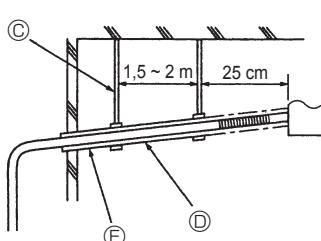

Fig. 8-2
(4) Βεβαιωθείτε ότι η κατωφερής κλίση του σωλήνα αποστράγγισης είναι μεγαλύτερη από 1/100. (Fig. 8-2)
⑬ Στηρίγματα
⑭ Κατωφερής κλίση μεγαλύτερη από 1/100.
⑮ Θερμομόνωση